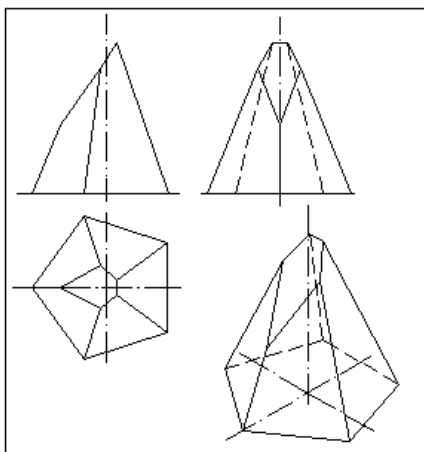

Рис.28
**Выполняем построения чертежа пирамиды в трех видах (спереди, сверху и слева) и ее изометрическую проекцию (рис.28).**